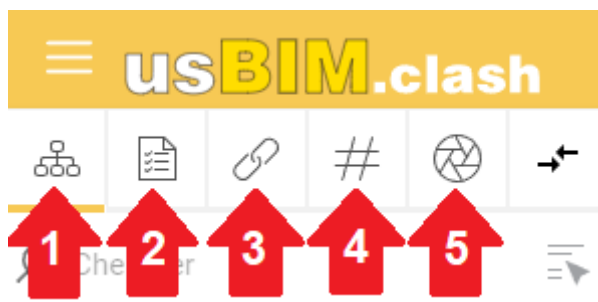

Figure 5. Section des filtres
- Structure (flèche 1 Figure 5), permet de sélectionner des objets en fonction des différentes classes d'un modèle IFC.
- Propriétés (flèche 2 Figure 5), permet de filtrer les objets d'un modèle IFC en fonction des propriétés correspondantes.
- usBIM.data (flèche 3 Figure 5), permet de filtrer les objets en fonction des informations saisies dans usBIM.data
- Documents (flèche 4 Figure 5), permet de filtrer les objets d'un modèle IFC en fonction des liens à des documents qui leur sont associés.
- #TagBIM (flèche 5 Figure 5), permet de filtrer les objets en utilisant les tags associés à ces objets.